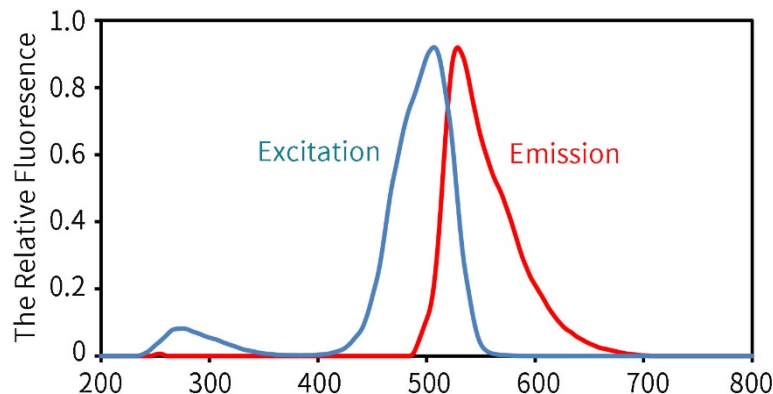

图1. NA-Green Plus的激发光谱和发射光谱
- **NA-Green Plus可以使用和NA-Green、SYBR Green或EB相同的检测体系。**NA-Green Plus具有和NA-Green、SYBR Green或SYBR Gold几乎相同的光学性质, 激发光和发射光都非常接近, 这样可以直接用NA-Green Plus替换NA-Green或SYBR Green, 以使用NA-Green或SYBR Green的凝胶观察、拍照或成像系统(约500nm激发)。对于原来用于EB染料观察的系统, 可以考虑选用碧云天的NA-Red染料来替代EB, 但也可以使用没有致突变性的NA-Green Plus来替代EB。使用NA-Green Plus来替代EB, 并且用EB的紫外检测体系时, 检测灵敏度会比使用NA-Red低约4-5倍。对于既可以观察EB也可以观察NA-Green或SYBR Green的具有紫外和蓝光两种激发光的凝胶成像系统, 则推荐直接用NA-Green Plus来替换EB。NA-Green Plus的激发光谱和发射光谱请参考图1。